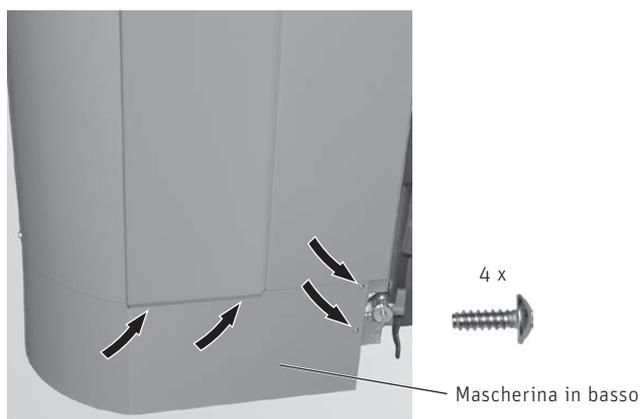

Fig. 80 Montare la mascherina inferiore per la stiva (solo per caldaia a pellet con recipiente)
- ▶ Avvitare in basso la mascherina inferiore per la stiva con 4 viti autofilettanti – Fig. 80.